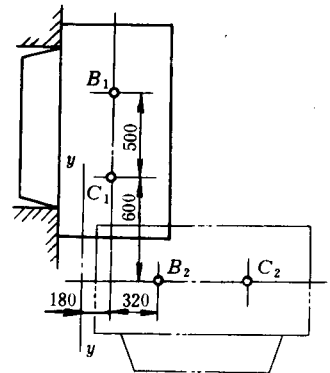

图 1-10
4. 设计一加热炉炉门的启闭机构。已知炉门上两活动铰链的中心距为 500mm ，炉门打开后，门面水平向上，设固定铰链装在 $y-y$ 线上，其相关尺寸如图 1-10 所示。